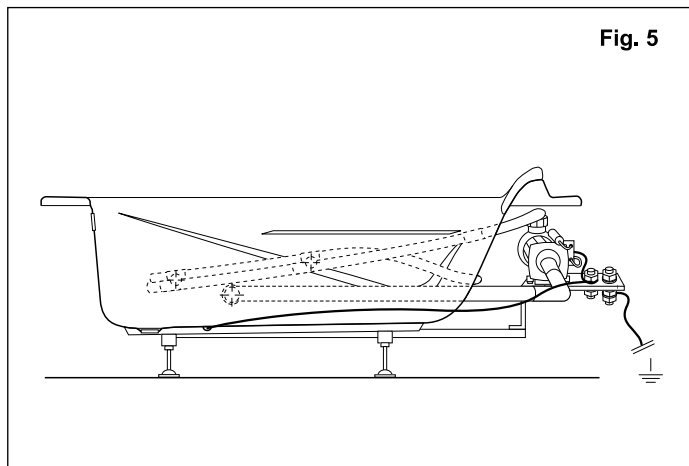

Fig. 5
- El desagüe, si es metálico, debe conectarse al soporte mediante un conductor de 2,5 a 6 mm² de sección. (Fig. 5).